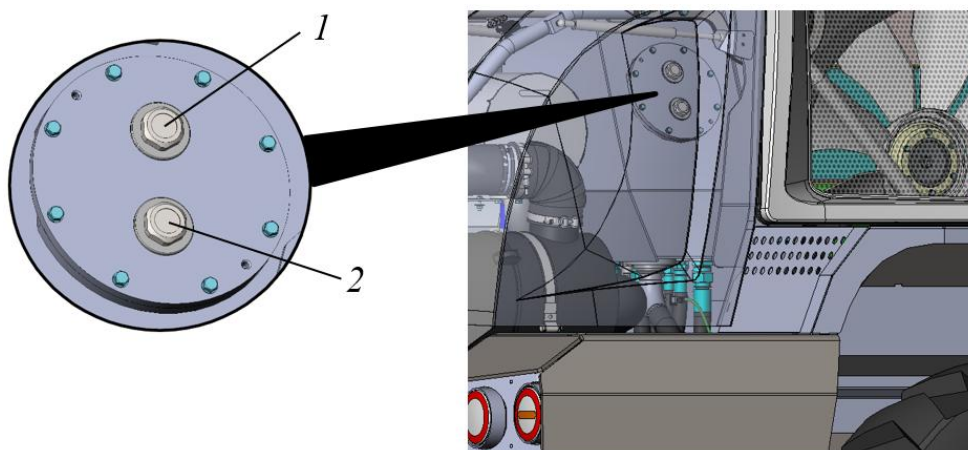

Рисунок 5.40. Процедура проверки уровня масла в гидравлическом баке
- Проверить уровень масла в гидравлическом баке используя смотровые окна, см. рис. 5.40.
Смотровые окна врезаны в стенку бака, доступ к ним реализован с правой стороны в задней части машины. Верхнему-нормальному (*max*) значению соответствует уровень масла, закрывающий на половину верхнее смотровое окно 1. Минимальному (*min*) соответствует уровень масла, закрывающий на половину нижнее смотровое окно 2, рис. 5.40.
- ▶ Проверить уровень масла в баке посредством смотровых окон, предварительно открыв капот моторного отсека, см. рис. 5.40.